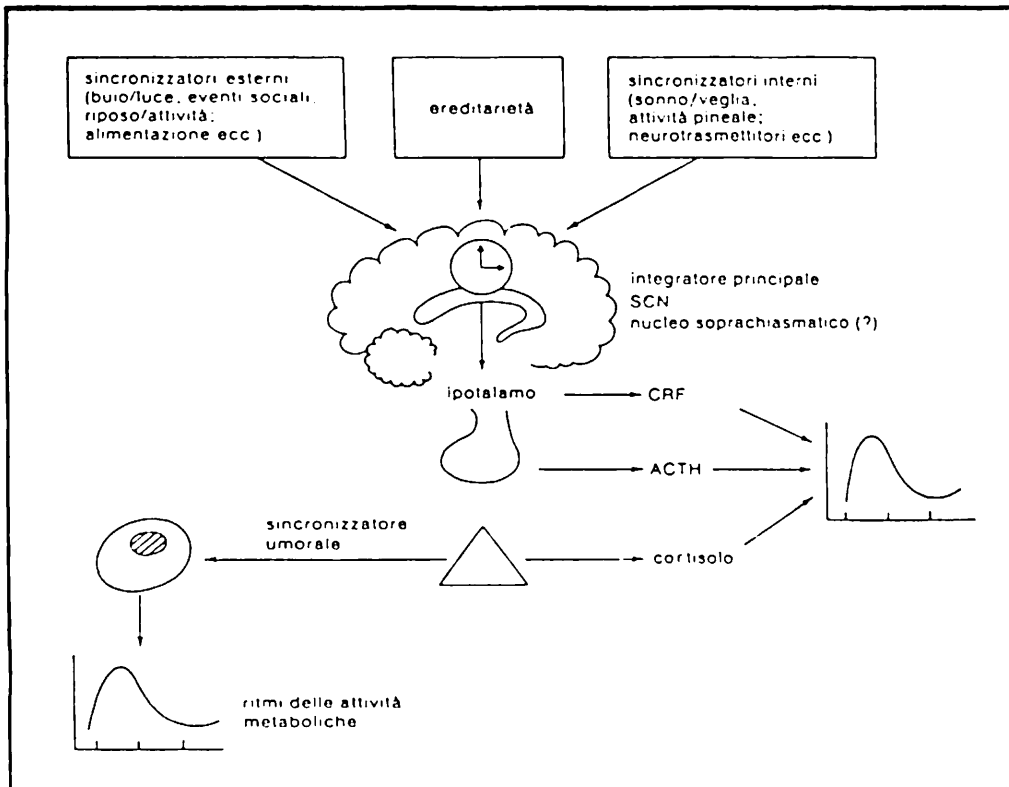

Fig. 6 - Schema generale dei tre livelli di organizzazione ritmica secondo Ceresa ed Angeli.
Per finire accenniamo alla secrezione dell'ormone dell'accrescimento (GH), della prolattina, della Gonadotropina (LH), e della melatonina (secreta dalla ghiandola pineale) tutte ad andamento circadiano con prevalente attività notturna e quindi legate al ciclo del sonno/veglia (Fig. 6).